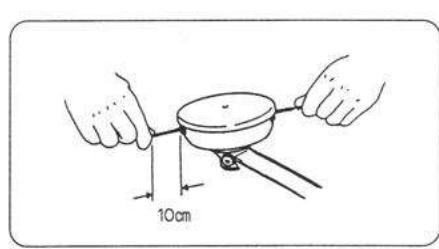

図9
⑧セットが確認されましたらナイロンコードを引っ張りコード出寸法がコード出口より約10cmのところで切断してください。(図9)